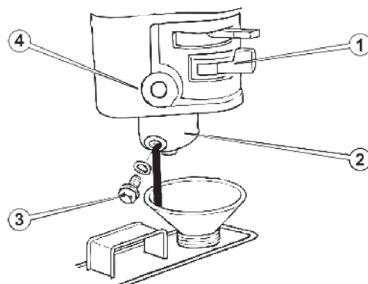

Рисунок 9. Очищення відстійника карбюратора.
6.7 Очищення відстійника палива (див. рис. 9).
Відстійник розташований у карбюраторі (4, рис. 9) та призначений для осаду можливих механічних домішок, які наявні в паливі. Для очищення відстійника закрити паливний кран (1, рис. 9), відкрутити болт зливу (3, рис. 9), злити залишки палива, зняти нижню ванну (2, рис. 9) карбюратора, промити нижню ванну та встановити її на передбачене місце. Перевірити на відсутність витоків.